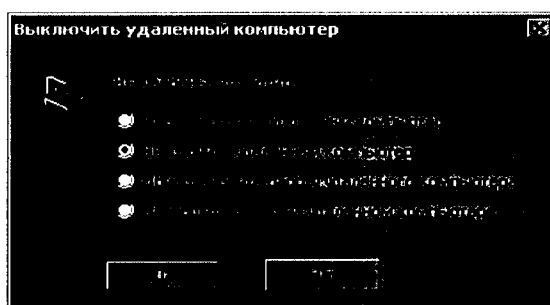

Рисунок 18 - Окно «Выключить удаленный компьютер»
4.4.32 Для выключения микро-PC КОИ, нажать на кнопку «ОК», после чего появится окно «Выключить удаленный компьютер» (Рисунок 18). В появившемся окне «Выключить удаленный компьютер» установить точку в соответствующий кружок около надписи выключить удаленный компьютер и нажать на кнопку «Да».